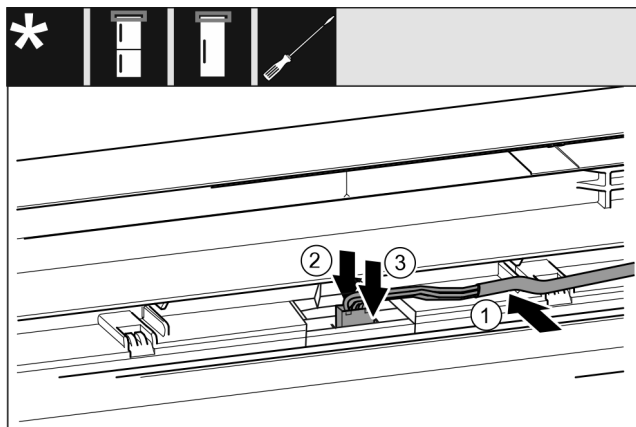

Fig. 62 Kombinace chladničky s mrazničkou / mrazničky / chladničky*
- ▶ Kabel Fig. 62 (1) vložte do vedení v horních dvířkách.*
- ▶ Západku Fig. 62 (2) zatlačte dozadu.*
- ▶ Zaklapněte zástrčku Fig. 62 (3).*